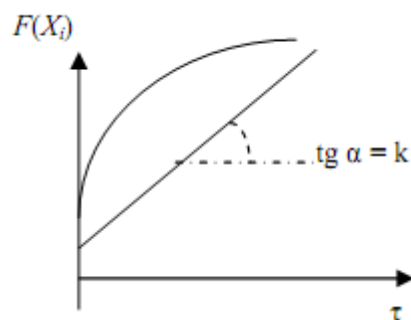

Рис.2. Проверка кинетического уравнения интегральным методом
3. Строят график в координатах  $F(X_i) - \tau$  (рис. 2). Если он является прямой линией, то принятое уравнение согласуется с экспериментальными данными.